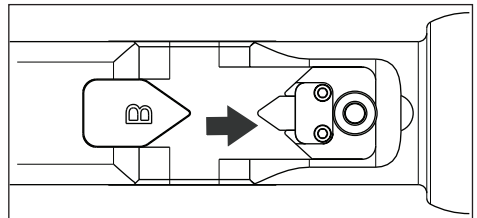

Abbildung 7, Kolben und Messer vollständig eingefahren (Ausgangsposition)
Stellen Sie vor dem Positionieren der Kette im Schneidkopf stets sicher, dass sich der Kolben und das bewegliche Messer in der „Ausgangsposition“ (vollständig zurückgezogen) befinden. Siehe Abbildung 7.
3. Stellen Sie sicher, dass sich der Kolben in der „Ausgangsposition“ (vollständig zurückgezogen) befindet. Siehe Abbildung 7.